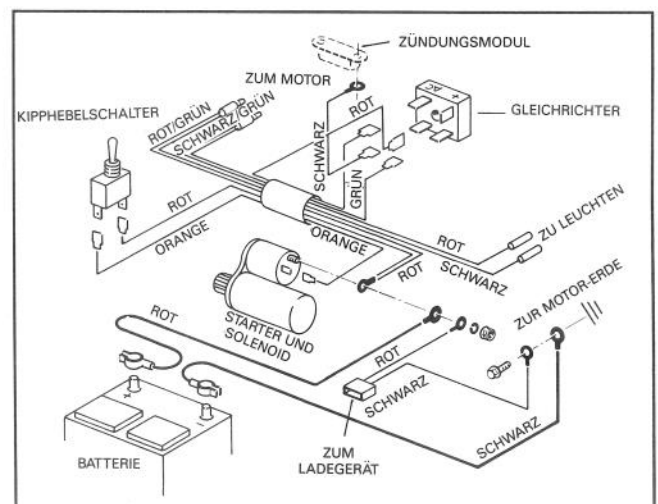

Abbildung 12
17. Das positive (+) Batteriekabel, den roten Draht des Kabelbaums und den roten Draht vom Ladestecker an den Außenanschluß des Solenoids mit Federring und M8-Bundmutter anschließen (Abb. 12).
18. Das eine Ende des orangefarbenen Drahtes des Kabelbaums an die Solenoid-klemme und das andere Ende an eine der zwei Klemmen des Kippschalters anschließen (Abb. 12).
20. Einen rot/weißen Kabelbaumdraht an Kippschalter anschließen und den anderen roten Draht an die positive (+) Klemme des Gleichrichters (Abb. 12).
21. Beide grüne Drähte an die diagonalen, mit "AC" markierten Gleichrichterklappen befestigen (Abb. 12).